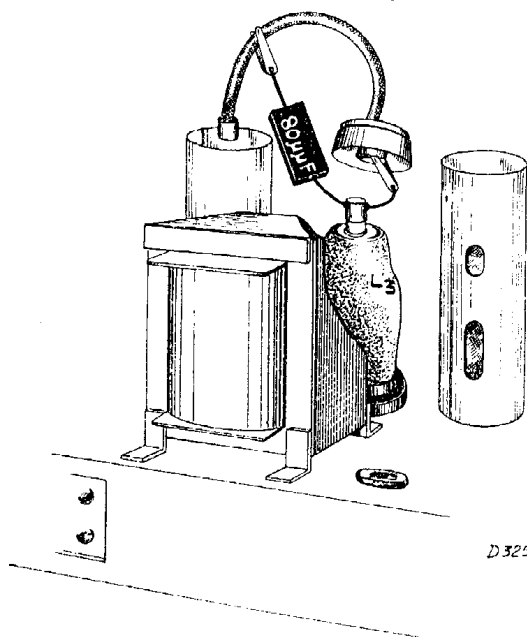

Fig. 2
12. Désaccorder le 2ème circuit moyenne-fréquence en branchant un condensateur de 80  $\mu\mu\text{F}$  entre la grille de commande de L3 et le châssis (fig. 2).